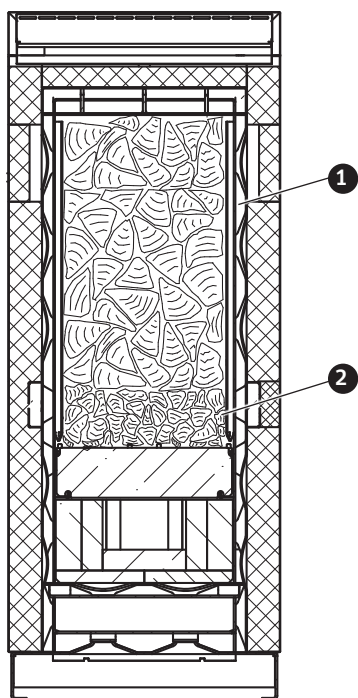
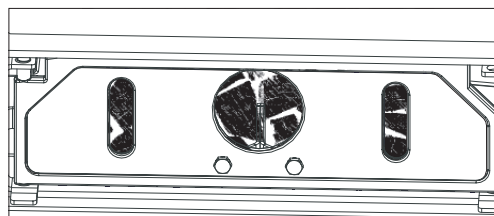

Fig. 23 Füllraum-Schnitt
Fig. 22 **Richtig** eingelegtes Scheitholz vor der Zündöffnung
- Zuerst kleine, dann größere **Scheithölzer** der Länge nach **einlegen** und je nach Bedarf den Füllraum auffüllen – Fig. 23. Vor dem Schließen der Anzündtür, kontrollieren, dass Holz direkt vor der Zündöffnung liegt – Fig. 22.